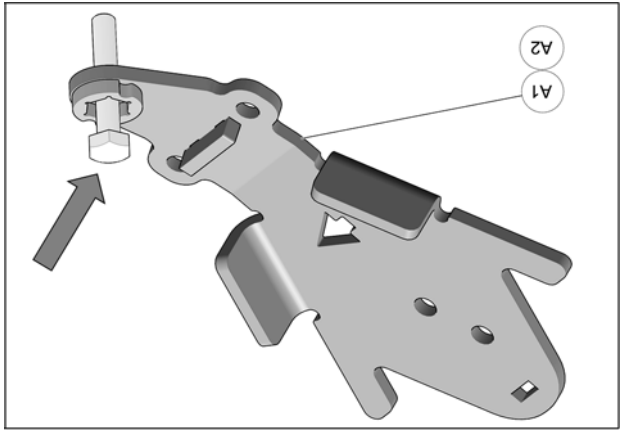

Fig. 12
4. Insérer un boulon à l'extrémité de chacun des ancrages de suspension avant (A1-A2). Fig. 12